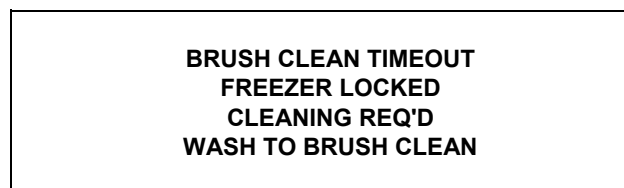

Рисунок 33
1. Истек срок таймера очистки щеткой (максимальное значение - 14 дней). (См. рис. 33)